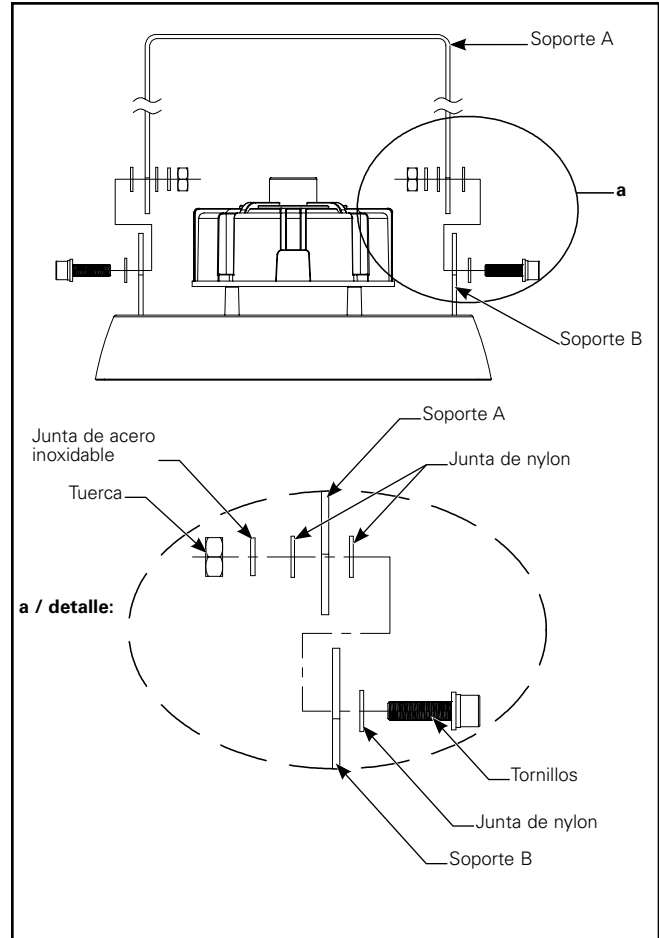

Figura 11.
2. Instale el soporte A en el soporte B. (Figura 11.)